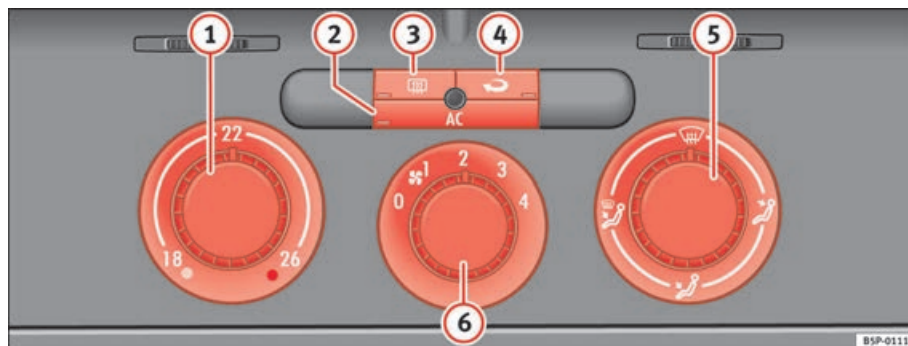

Fig. 129 Sulla plancia portastrumenti: i comandi del Climatic
- Le manopole ⇒ fig. 129 ① e ⑤ e la manopola ⑥ servono rispettivamente a impostare la temperatura desiderata, a indirizzare il flusso d'aria e a selezionare il livello di potenza della ventola.
- Per attivare o disattivare una funzione bisogna premere il tasto corrispondente ②, ③ o ④. Quando la funzione è attiva, la spia situata nell'angolo in basso del tasto si illumina.
- ① Manopola di regolazione della temperatura ⇒ pag. 159
- ② Tasto **AC** - Accensione e spegnimento del climatizzatore ⇒ pag. 159
- ③ Tasto - Lunotto termico. Questa funzione si spegne automaticamente dopo circa 20 minuti. Se si desidera spegnerlo prima bisogna premere il tasto relativo.
- ④ Tasto - Funzione di ricircolo ⇒ pag. 161
- ⑤ Manopola di regolazione della ripartizione del flusso d'aria ⇒ pag. 159
- ⑥ Comando del ventilatore. Il volume del flusso d'aria è regolabile su quattro livelli. Quando si viaggia a basse velocità, si consiglia di tenere sempre acceso il ventilatore al livello più basso.
- Accendere il climatizzatore con il tasto ⇒ pag. 158, fig. 129